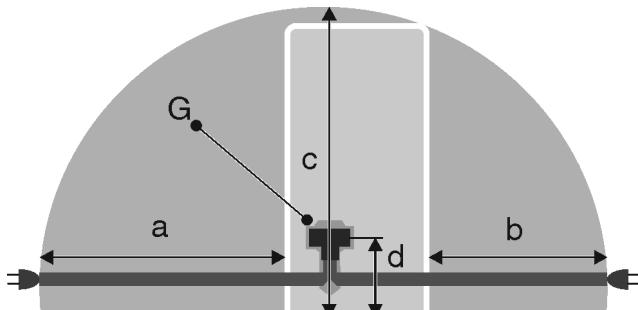

Fig. 23 \*
- Розетка находится не за устройством, а в зонах a или b Fig. 23 (a, b, c).
- Штекер устройства Fig. 23 (G) подсоедините с задней стороны устройства. Следите за правильной фиксацией.